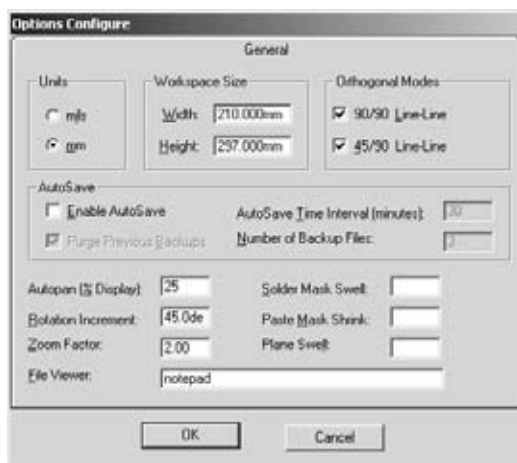

Рис. 3.2.1
1). Для чего выполнить команды **Options/Configure**. Появляется диалоговое окно Options Configure. В этом окне в области Units (Единицы) выбрать mm – миллиметры, как основную систему единиц, в области Workspace Size (Размер рабочего поля) задать значение ширины Width равное 210 мм и высоты - Height равное 297 мм. Остальные поля можно оставить без изменения (рис. 3.2.1). Нажать кнопку ОК.